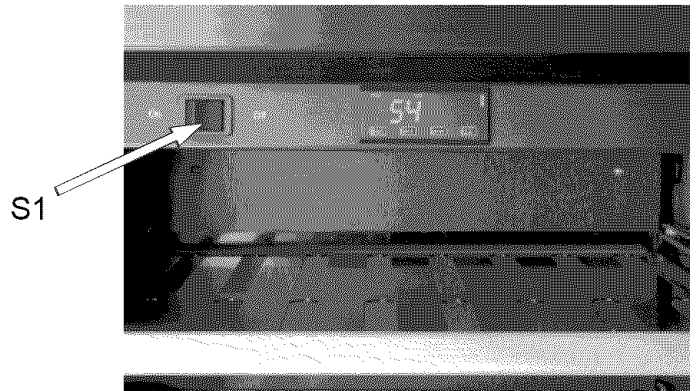

FIG 5
8. Enchufe la cava y conéctela con el interruptor S1 (vea la FIG. 5).